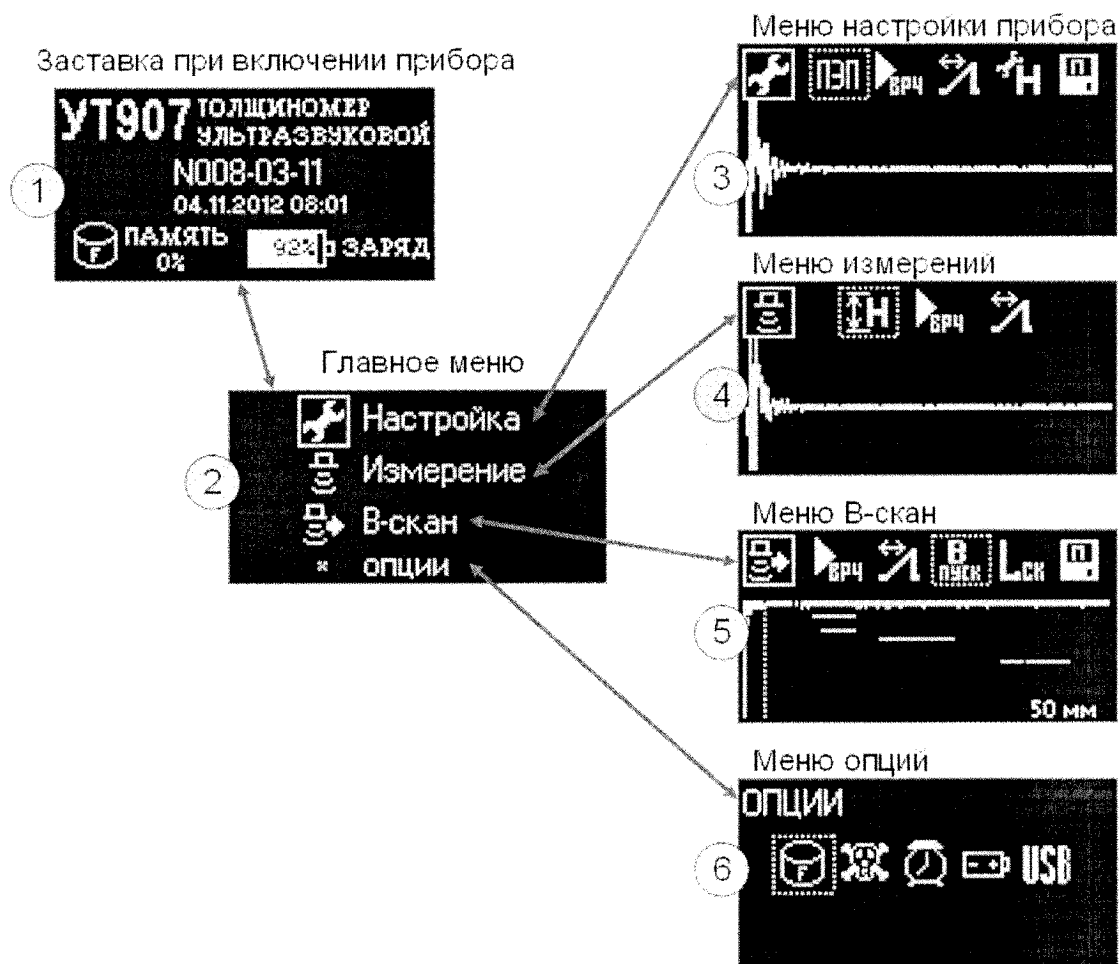
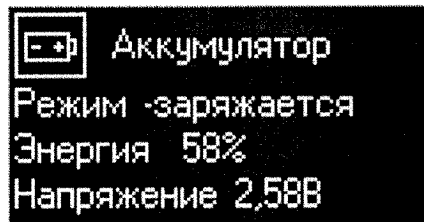

Рис.4.3.1. Структура основного меню.
Рис.4.9.1. Окно состояния аккумулятора в меню «Опции».
Структура основного меню ультразвукового толщиномера УТ907 представлена на Рис.4.3.1. При включении прибора выдается заставка (1) на которой отображается основная информация:
Монитор питания УТ907 постоянно контролирует напряжение аккумулятора. Состояние аккумулятора (заряд или разряд) а также количество энергии отображаются в пиктограмме аккумулятора Рис.4.3.1. Дополнительно информация о состоянии аккумулятора выводится в меню «Опции», элемент «Состояние аккумулятора», Рис.4.9.1.